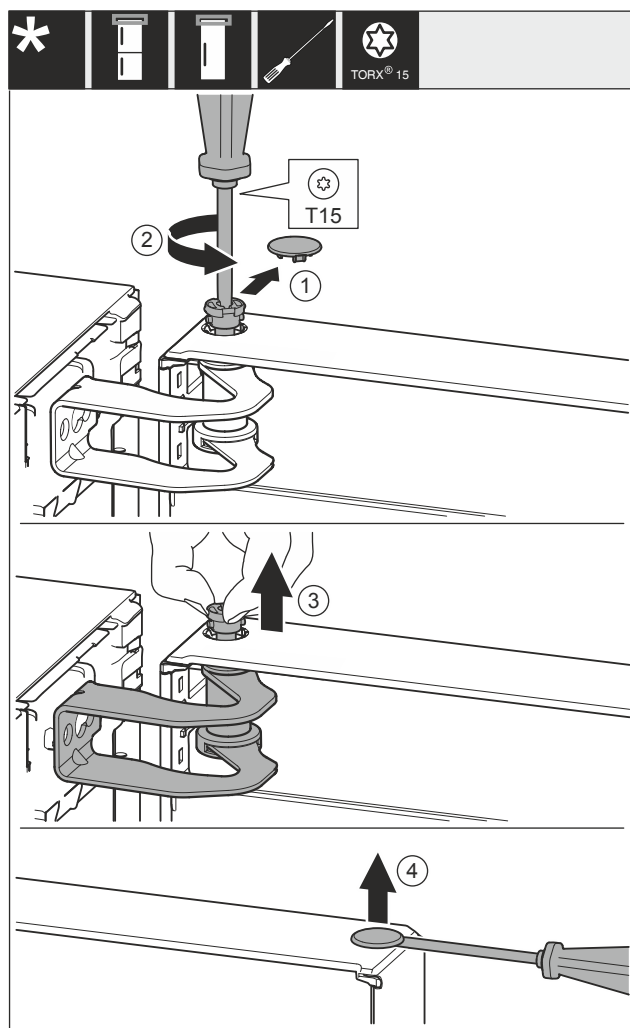

Fig. 24
- Opatrně sejměte kryt Fig. 24 (1).
- Šroubovákem o kousek vyšroubujte čep Fig. 24 (2).
- Čep Fig. 24 (3) vytáhněte prsty.
- Kryt Fig. 24 (4) opatrně nadzvedněte šroubovákem a odstraňte.